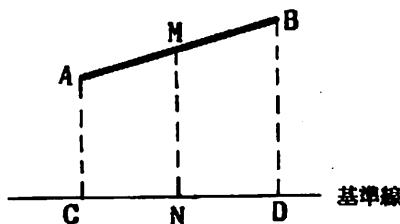

図2 倍縦距の説明
- ①座標による方法 ②倍縦距による方法 ③三角区分法 ④ヘロンの公式による方法 ⑤台形公式による方法 ⑥プランイメータによる方法
詳細は測量の専門書に譲るが、①②③に共通する考えは、多角形の測量地を三角形や四角形、台形などの面積を求めやすい図形に分割し、それらを合計するやり方である。ここで聞きなれない言葉「倍縦距」について、図2で説明を補足しておく。土地境界線の一つABの中点をMとする。
各点から基準線に下ろした垂線で囲まれる台形ABDCの面積は、長さMNと長さCDとの積で求められる。この中線MNを測線ABの縦距といい、その2倍を倍縦距と呼ぶ。倍縦距の値は $AC + BD$ であり、それにCDを掛け2で割れば面積ABDCとなる。このように計算上の便利さから、倍縦距という用語が使われる。なお、長さCDは測線ABの「調整経距」と呼ばれる。図2が横